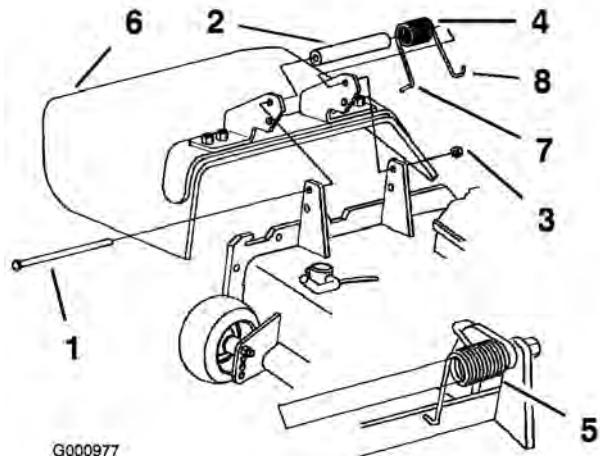

Figure 69
1. Retirez le contre-écrou, le boulon, le ressort et l'entretoise qui fixent le déflecteur aux supports de pivot (Figure 69). Enlevez le déflecteur s'il est endommagé ou usé.
Remarque: Prenez soin de placer l'extrémité en L du ressort derrière le bord du plateau avant de mettre le boulon en place, comme indiqué à la Figure 69.
3. Remettez le boulon et l'écrou. Accrochez l'extrémité en J du ressort au déflecteur d'herbe (Figure 69).